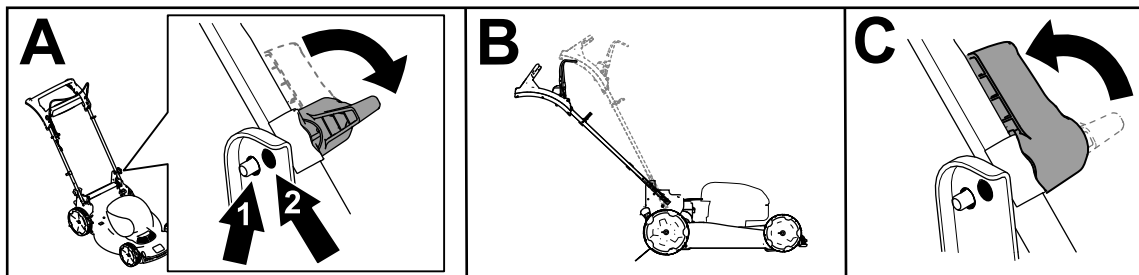

Figura 9
1. En ambos lados de la máquina, gire las palancas de bloqueo del manillar (Figura 9, A).
2. Ajuste la posición del manillar a la posición superior (manillar más alto) o inferior (manillar más bajo) (Figura 9, B).
3. Cuando el manillar esté en la posición deseada, gire las palancas de bloqueo del manillar hacia atrás hasta que el pasador se bloquee con un clic para fijar el manillar (Figura 9, C).